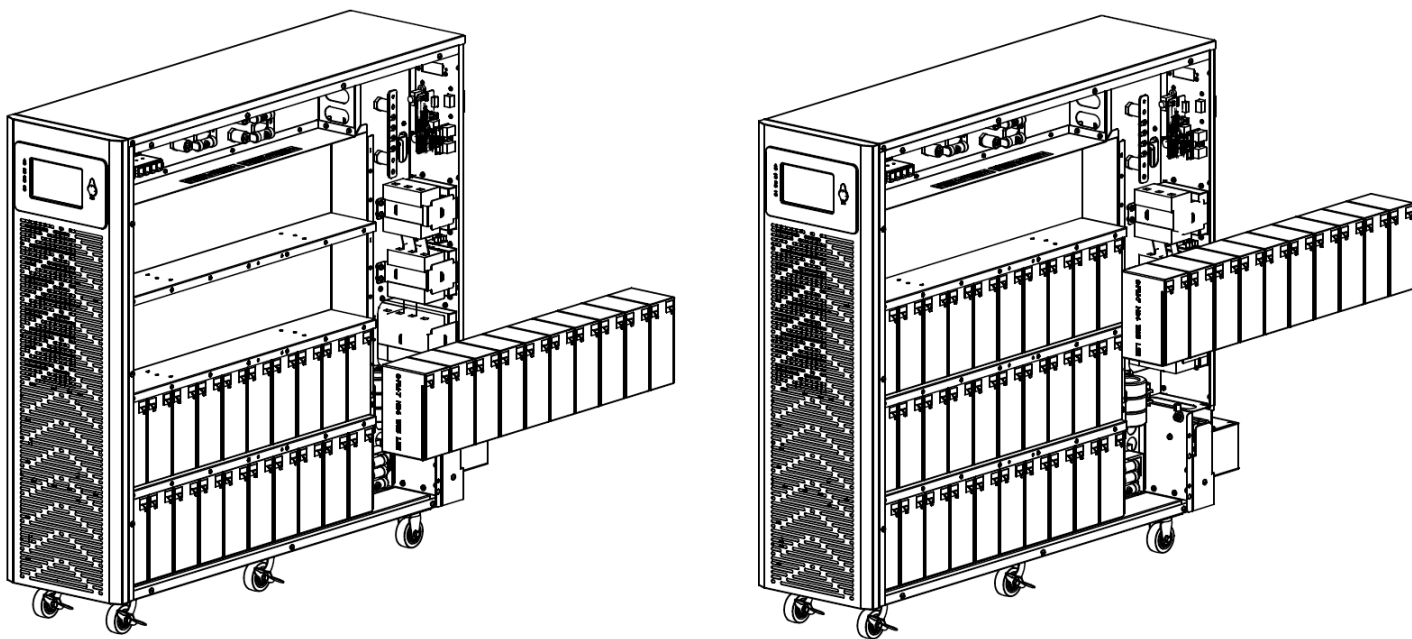

Figure 3-10 : Installer les batteries sur la troisième et la quatrième étagère sur le côté droit.
5. Installer 10 batteries sur la troisième et la quatrième étagère sur le côté droit (Figure 3-10). Toujours garder le côté de la borne de toutes les batteries tourné vers le haut.